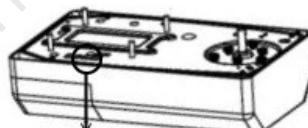

Fig 17
1. El pulsador alternativo se conecta en GND y PB, abriendo si la Puerta está cerrada, cerrando si la Puerta esta abierta y provocando stop si está en movimiento. (Fig 17, Fig 18)
2. Luz de servicio. (Fig. 17, Fig. 18)
3. Protección de la puerta peatonal (DOOR) (Fig. 17, Fig. 18)